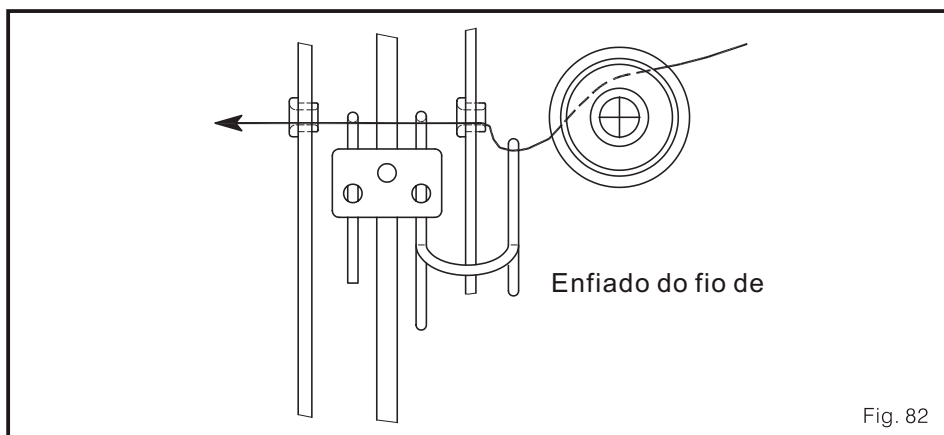

Fig. 82
6. Se o fio do pano do looper é de algodão, SP ou fibra sintética. O enfiado estará como isto é indicado no quadro seguinte (Fig. 82, F, 83)